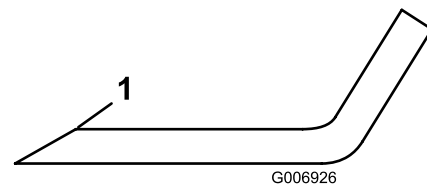

Figura 30
1. Utilice una lima para afilar el filo de corte en ambos extremos de cada cuchilla (Figura 30). Mantenga el ángulo original. La cuchilla permanece equilibrada si se retira la misma cantidad de material de ambos filos de corte.